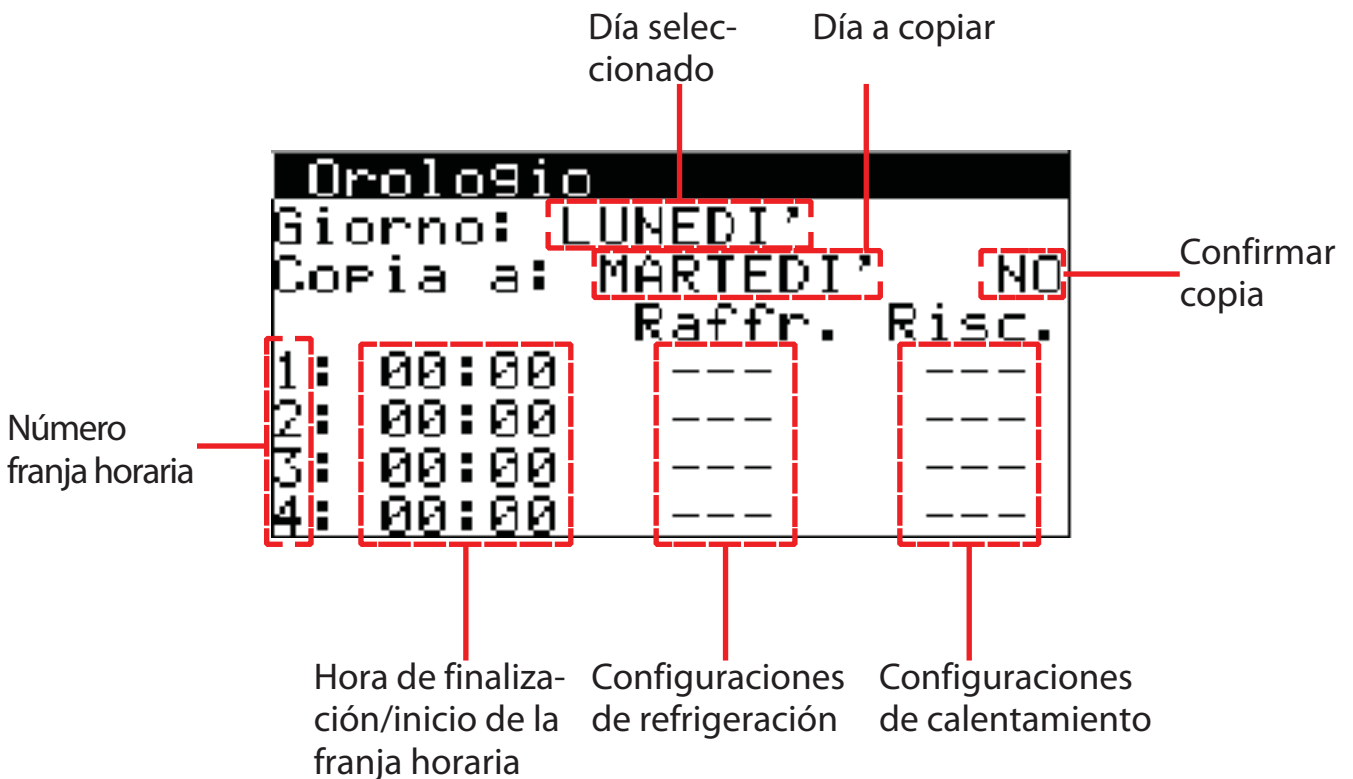

Fig. 10
3. pantalla de las configuraciones de las franjas horarias (Fig. 10)\*